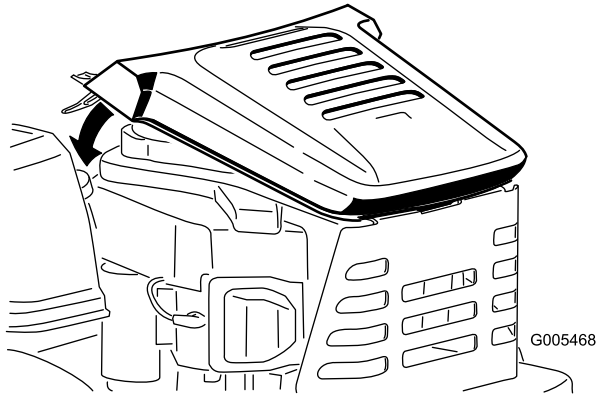

Bild 6
1. Montieren Sie die Motorhaube am hinteren Motorschutzblech, siehe Bild 6. Stellen Sie sicher, dass die Lasche hinten an der Haube im Schlitz im Schutzblech ist, und drehen Sie die Haube nach vorne und unten.
2. Beim Montieren der Motorhaube (Bild 6) müssen Sie sicherstellen, dass die Lasche hinten an der Haube im Schlitz im Schutzblech ist; drehen Sie dann die Haube nach vorne und unten.